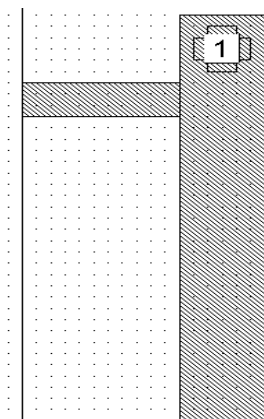

Рис. 5.14
- Нажмите клавишу **Tab**, чтобы отобразить диалоговое окно **Enter Coordinates**. Снимите галочку в переключателе **Rel**, чтобы установить абсолютные координаты. Введите **2.8** в поле **x**, введите **9** в поле **y** и нажмите **OK**. Новая электромагнитная структура показана на рис. 5.14.